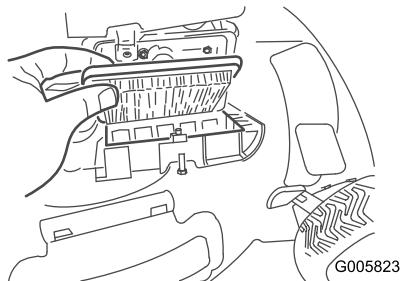

Figura 31
2. Cambie el filtro de aire (Figura 31).